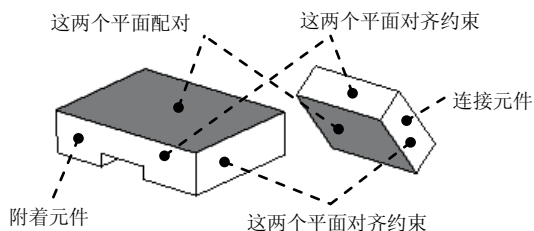

图 12.2.8 刚性 (Rigid) 接头
刚性接头如图 12.2.8 所示,它在改变底层主体定义时将两个元件粘接在一起。在这种类型的接头中,连接元件和附着元件间没有任何相对运动,它们构成一个单一的主体。
Step3. 创建刚性接头。在约束集选项列表中选取  刚性 选项，此时系统弹出装配操控板，单击操控板菜单中的  按钮，定义“配对”约束。分别选取图 12.2.8 中的两个平面。
(1) 定义“对齐”约束。选取图 12.2.8 中的两个要对齐的表面。
(2) 定义“对齐”约束。选取图 12.2.8 中的另外两个要对齐的表面。